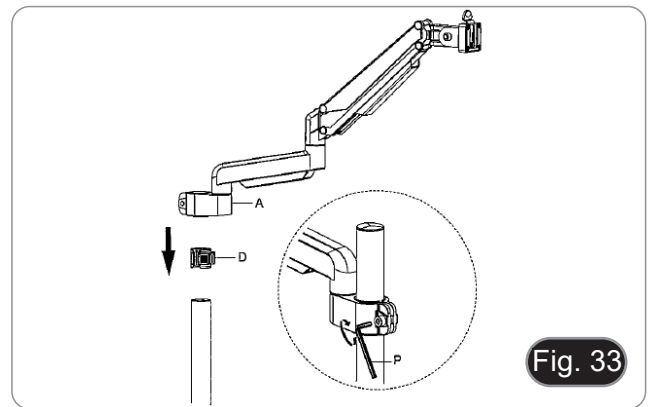

Fig. 33
- **HINWEIS:** Die Kunststoffabdeckung (H) dient auch als Behälter für die Inbuschlüssel, die für die Montage und die Einstellung der Spannung der verschiedenen Teile verwendet werden.
6. Setzen Sie den Fallschutzring (D) in die Stütze ein.
7. Setzen Sie den flexiblen Arm (A) ein und ziehen Sie die Befestigungsschraube an. (Fig. 33)